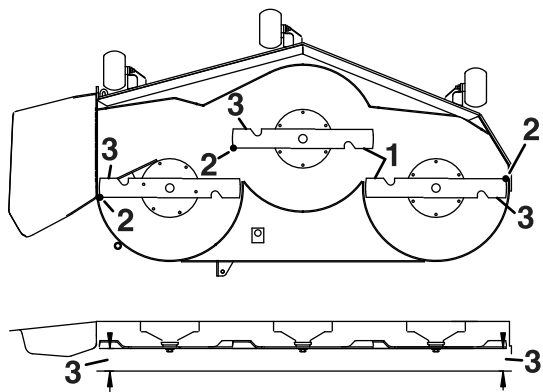

Рисунок 72
5. Измерьте расстояние от наружных режущих кромок до плоской поверхности (Рисунок 72).